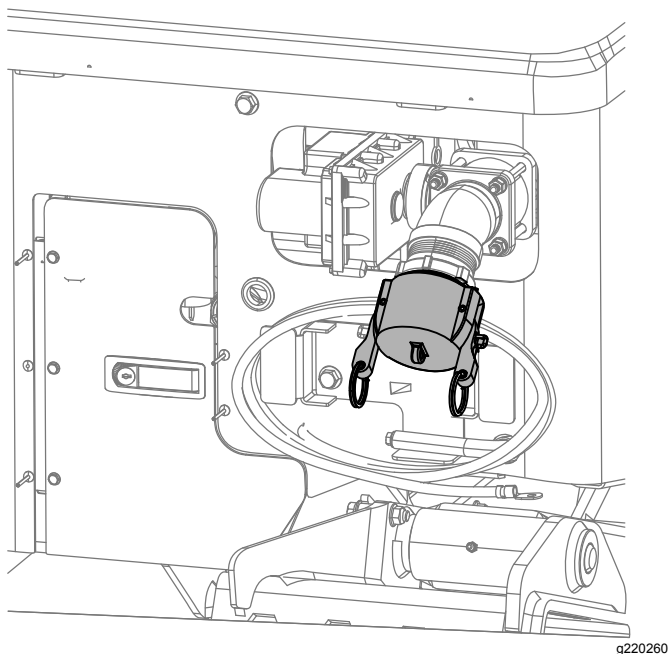

Figure 119
- C. Vérifiez que le bouchon est en place sur l'entrée de la pompe à fluide de forage (Figure 119).